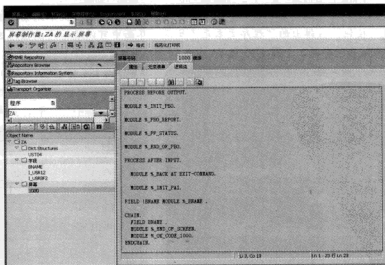

图 4-46 “对象浏览器”操作界面
STEP 1 在命令栏输入 SE80 命令,进入“对象浏览器”操作界面,如图 4-46 所示。